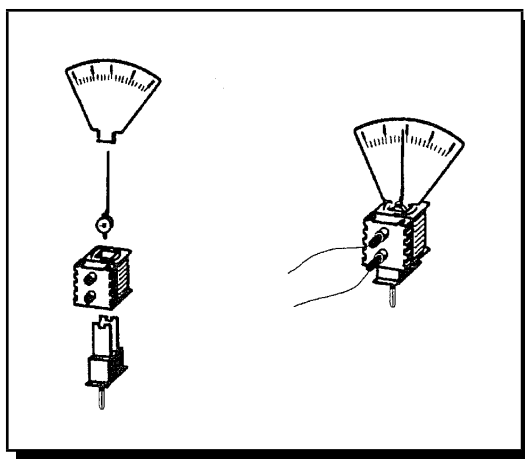

Figura 3.26: Ensamble del galvanómetro
- 1 Ensamble el modelo de galvanómetro, como se muestra en la Figura 3.26